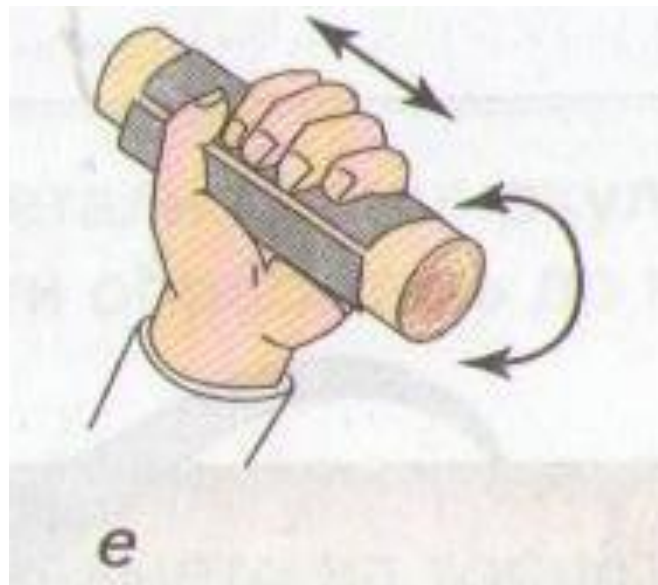

Рис. 1, е
- Окончательно обрабатывают цилиндрическую поверхность с помощью шлифовальной шкурки. При этом один конец заготовки закрепляют в зажиме верстака, а другой обтягивают шлифовальной шкуркой и вращают её. Иногда заготовку обертывают шлифовальной шкуркой, обхватывая левой рукой, в правой вращают её и перемещают вдоль оси вращения (рис. 1, е).